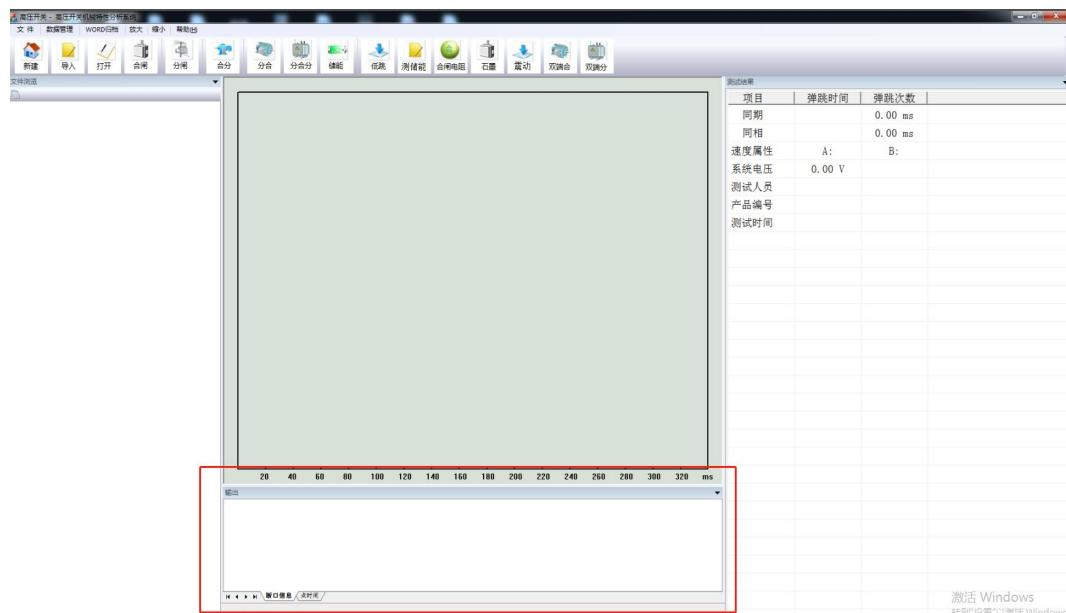

图 1-12
5. 设置完毕后, 如图 1-12, 在此界面就会出现“断口状态”, 若出现“联机失败”字样, 请重新检查计算机的串口状态。